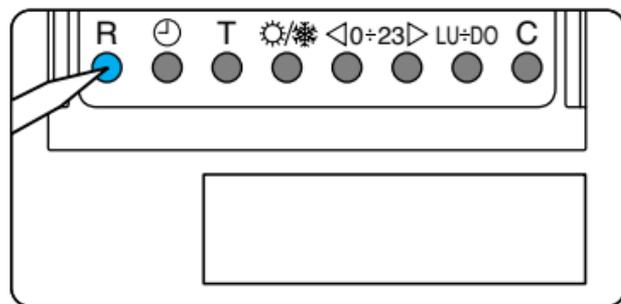

Fig. 70
14.2 - Premere il pulsante **R** (fig. 70).
Qualora le indicazioni sul display non dovessero comparire entro 30 s, premere il pulsante di reset R (fig. 70). Inserire a fondo il corpo dell'apparecchio nel telaio ed abbassare la linguetta L.